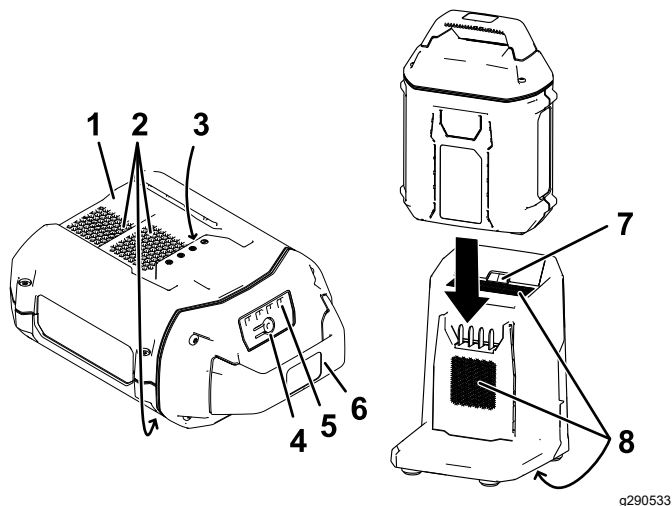

Figura 16
2. Allineate la cavità nel pacco batteria (Figura 16) con la linguetta sul caricabatterie.
3. Fate scorrere il pacco batteria nel caricabatteria fino a quando non è completamente in sede (Figura 16).